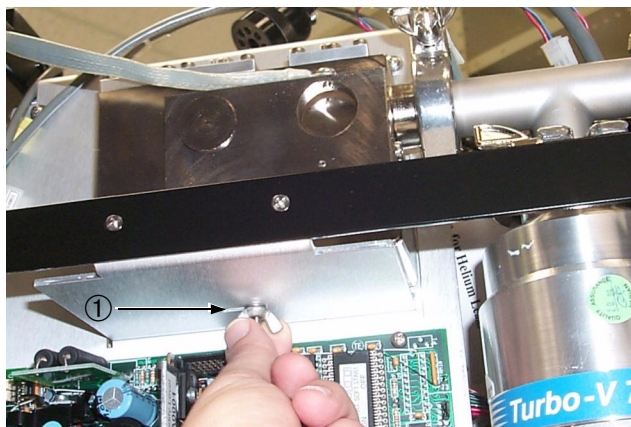

图 4-4 碟型螺母
6. 卸下位于质谱计管下面架子底下的蝶型螺母 ①（图 4-4）。